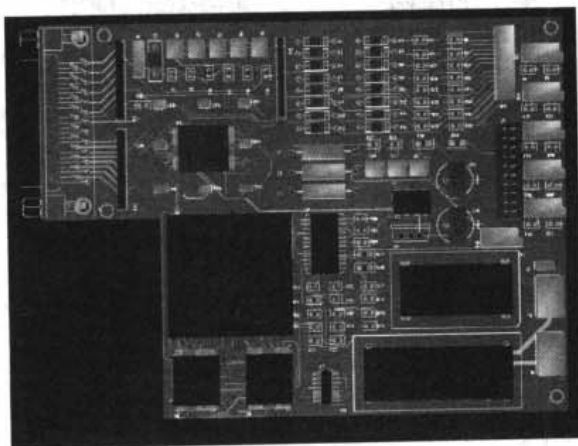

图 16-5 LCD 控制器 3D 效果图
- (1) 执行菜单命令 View|Board in 3D，对电路板进行 3D 预览。
- (2) 系统自动生成 3D 预览文件。3D Viewer 可以使电路板设计者从任何角度观察所显示的电路板，按下 PAGEUP 键可放大三维视图，按下 PAGEDOWN 键可缩小三维视图，按下 END 键刷新屏幕显示。图 16-5 为 LCD 控制器的 3D 显示效果图。按住右键，可以在显示屏上任意拖动显示的 3D 效果图浏览。